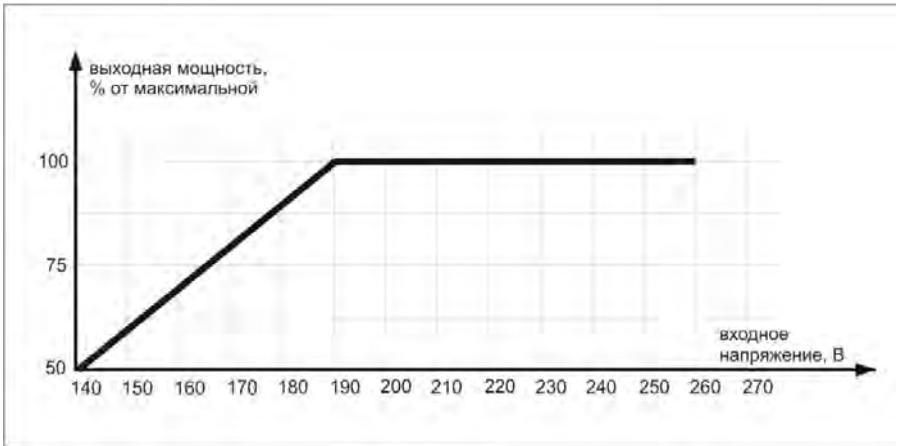

Рис. 2. График зависимости выходной мощности стабилизатора от входного напряжения
\*Расчёт мощности произведён для работы стабилизатора при входном напряжении более 190 В. Если напряжение ниже 190 В, необходимо учитывать поправку согласно рис.2.
5. Переведите выключатель (рис. 2, поз. 6) в положение «вкл» на 10 секунд.
6. Дисплей (рис. 2, поз. 1) должен показывать 220 В при работе стабилизатора в штатном режиме.
7. Переведите выключатель (рис. 2, поз. 6) в положение «выкл».
8. Включить нагрузку в розетку (рис. 2, поз. 5) стабилизатора. Установить выключатель (рис. 2, поз. 3) в положение «вкл».